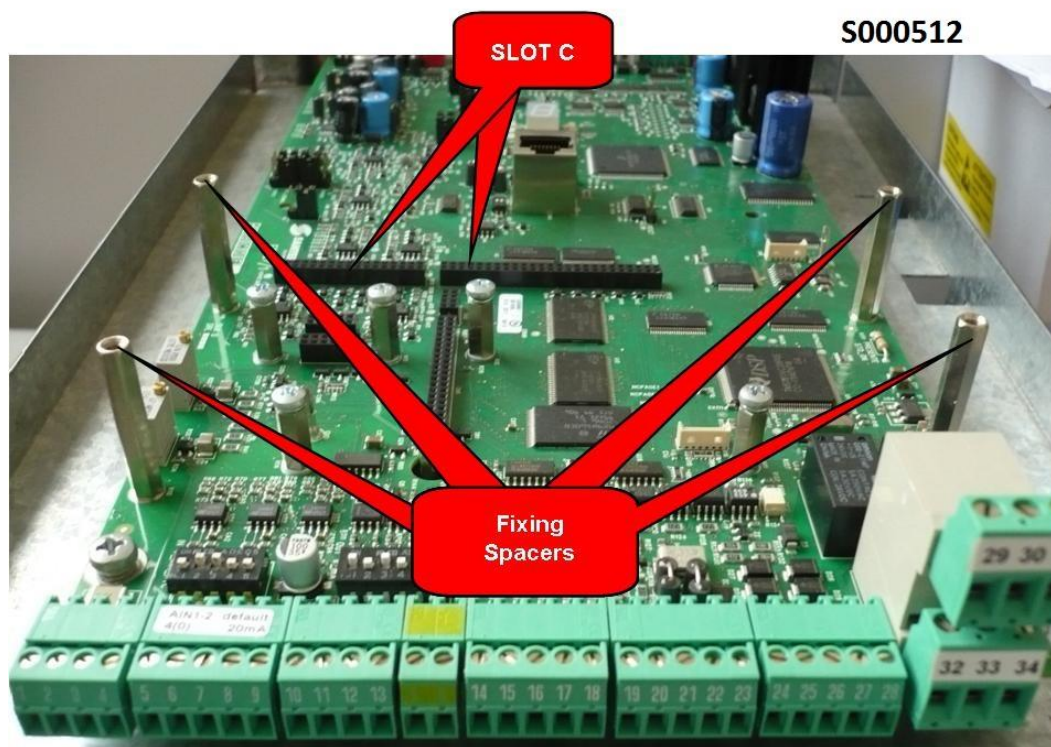

Figura 135: Posizione dello slot C all'interno del coperchio morsettiera Inverter
3. Rimuovere il coperchio di protezione della morsettiera dell'inverter agendo sulle due viti frontali nella parte bassa del coperchio. Risulta così accessibile lo slot C della scheda di controllo sul quale va installata la scheda ES988 come visibile in Figura 135.